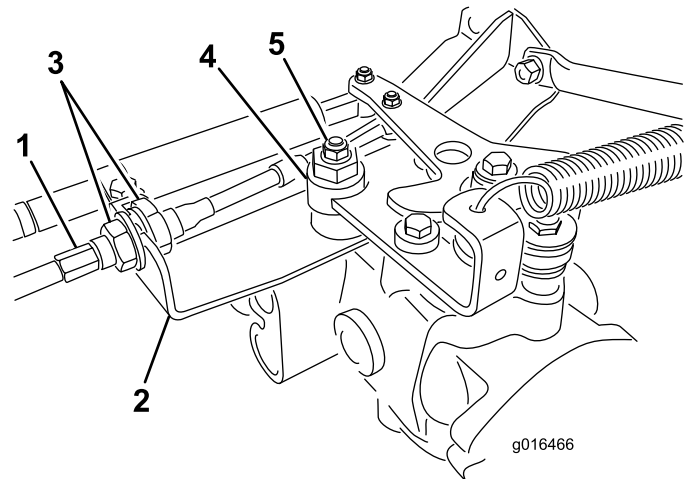

Figura 42
- A. Allentate entrambi i controdati che fissano il cavo di comando della trazione alla paratia dell'igrostatato (Figura 42). Verificate che i controdati siano ugualmente allentati, in modo sufficiente da consentire la messa a punto.
- B. Allentate il dado che fissa l'eccentrico alla parte superiore dell'igrostatato (Figura 42).
(Figura 42). Verificate la regolazione portando l'acceleratore in posizione Slow e Fast.
- E. Da ambo i lati della piastra serrate in modo **uniforme** i dadi che fissano il cavo di trazione alla piastra (Figura 42). Non torcete il cavo.